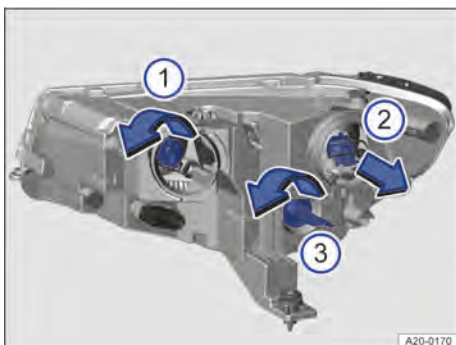

Abb. 180 Im Frontraum: Glühlampen im rechten Frontscheinwerfer ersetzen.
2. Lampenhalter bis zum Anschlag in Pfeilrichtung drehen und nach hinten herausziehen → Abb. 180 ①.
4. Lampenhalter in den Scheinwerfer einsetzen und entgegen der Pfeilrichtung bis zum Anschlag drehen → Abb. 180 ①.
2. Lampenhalter in Pfeilrichtung herausziehen → Abb. 180 ②.
4. Lampenhalter in den Scheinwerfer einsetzen und entgegen der Pfeilrichtung hineindrücken → Abb. 180 ②.
1. Lampenhalter bis zum Anschlag in Pfeilrichtung drehen und nach hinten herausziehen → Abb. 180 ③.
3. Lampenhalter in den Scheinwerfer einsetzen und entgegen der Pfeilrichtung bis zum Anschlag drehen → Abb. 180 ③.